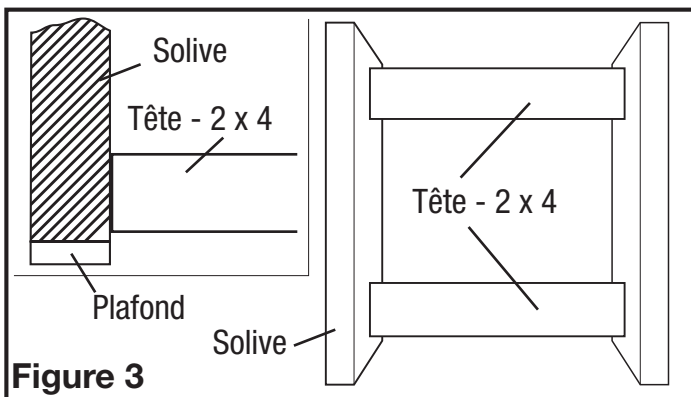
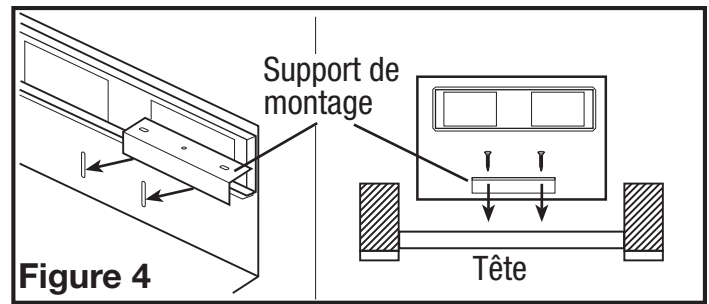

Figure 3
Figure 4
- Installez deux têtes - 2 x 4 (non incluses) entre les solives (Figure 3). Installez les supports de montage à travers l'ensemble des fentes de haut sur le boîtier du ventilateur et fixez en place avec les quatre écrous inclus. Placez le boîtier du ventilateur entre les en-têtes et fixez les supports de montage avec des vis (non incluses) à l'en-tête. Ajustez la hauteur du boîtier de sorte qu'il soit en affleurement avec le plafond fini en desserrant les écrous du support de montage et le boîtier coulissant vers le haut ou vers le bas sur le support. Serrez complètement les quatre écrous pour fixer le boîtier en place (Figure 4).